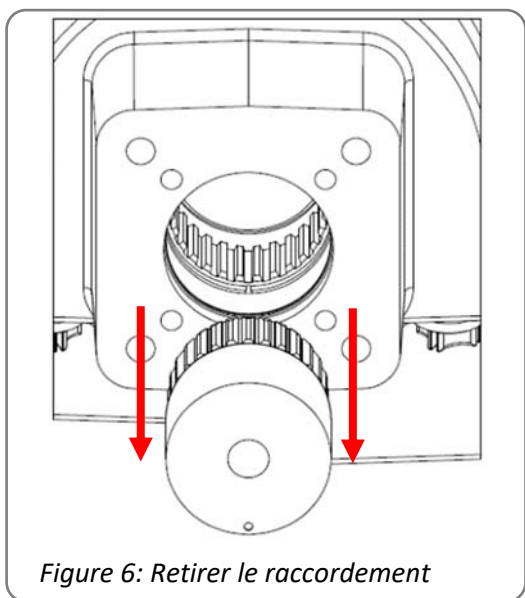

Figure 6: Retirer le raccordement
- Si la douille d'entraînement est déjà monté dans le servomoteur, il doit d'abord en être retiré (voir figure 6 de gauche)